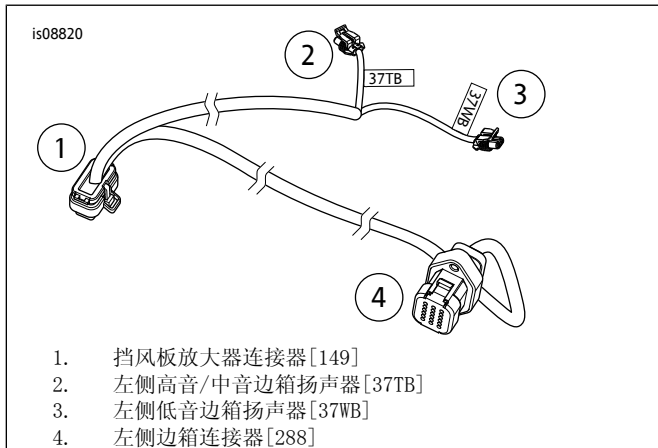

图12。左侧边箱扬声器线束
- 拆下模板。用套件中边箱线束上的18路凸缘连接器[288A]验证开口的尺寸（4）（参见图12：项目4）。